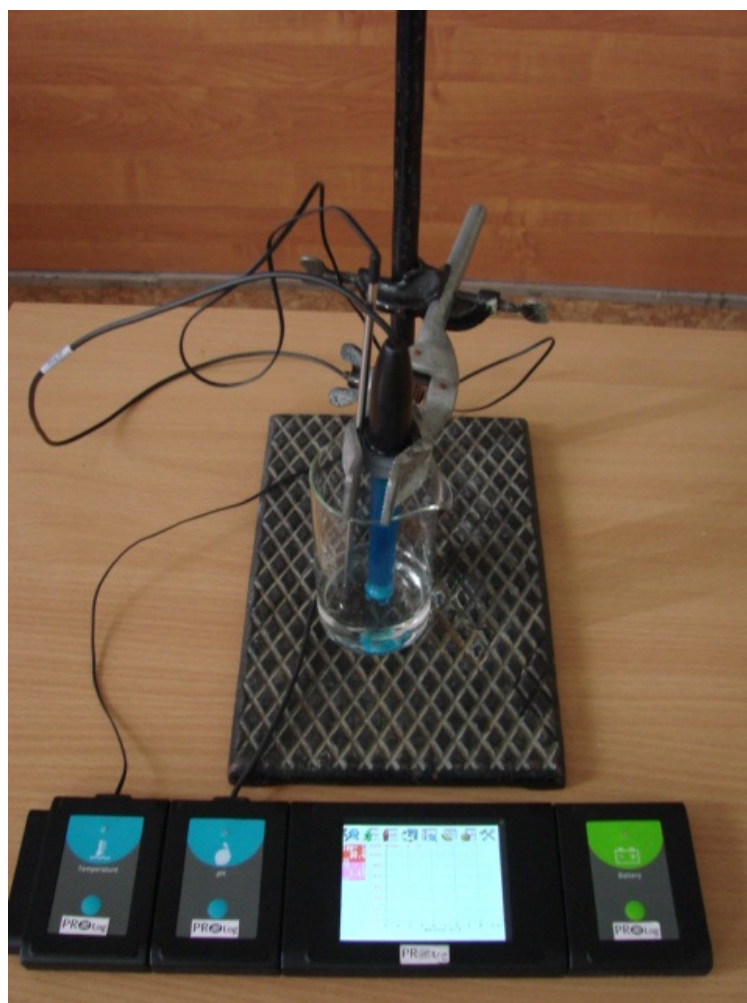

Рис. 1. Установка для эксперимента
2. Соберите установку (рис.1).